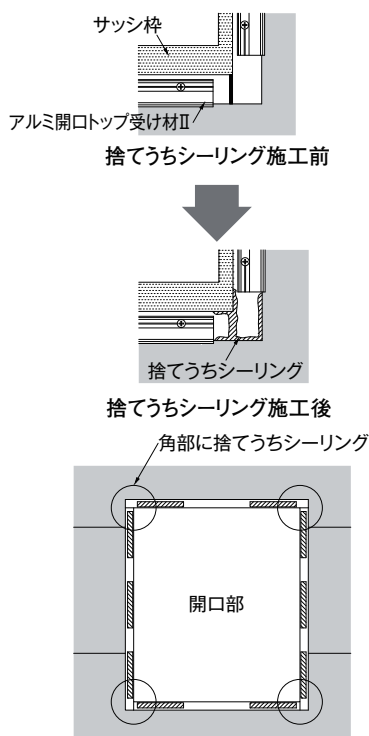

図8 捨てうちシーリングの施工
- ▶ アルミ開口トップ受け材Ⅱの施工後、開口の角部（4ヵ所）に捨てうちシーリングを施工する。（図8参照）